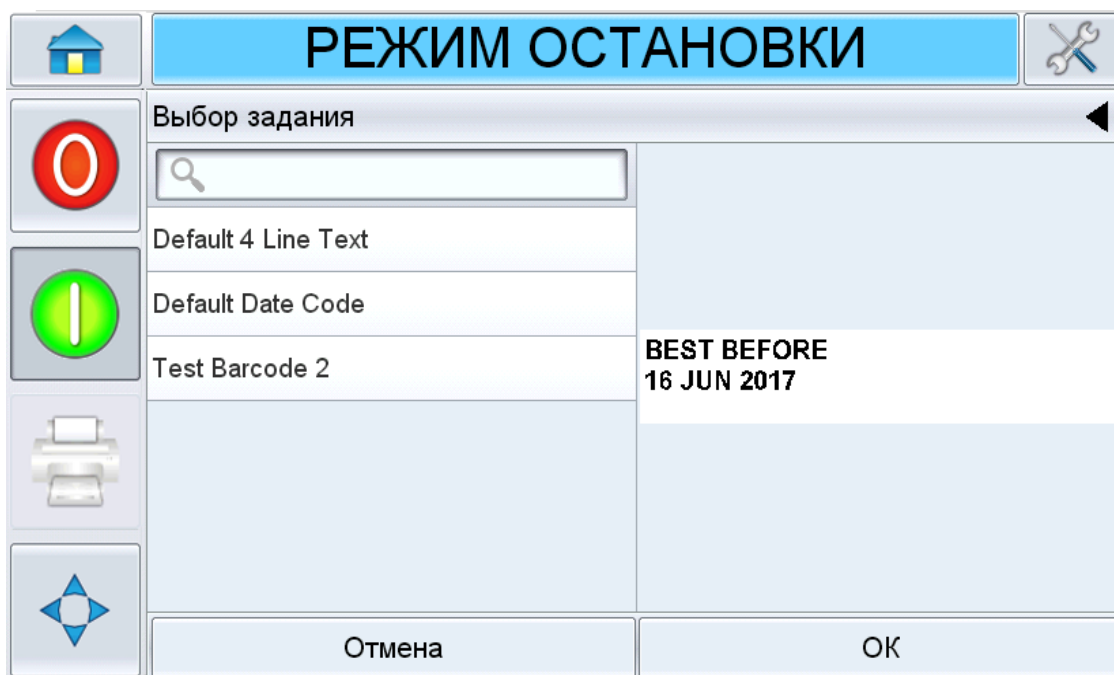

Рис. 6-4: Выбор задания
2. Нажмите в списке название требуемого задания для печати, как показано на Рисунок 6-4, а затем нажмите кнопку .